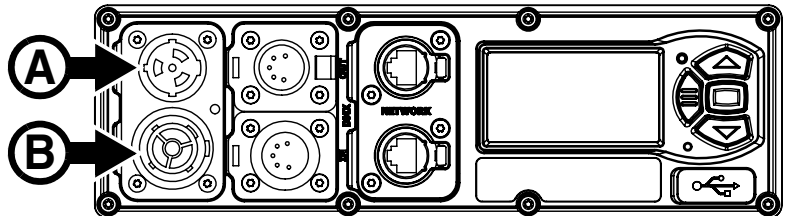

Bild 24: Netzanschlüsse
1. Siehe Bild 24. Richten Sie die Nase der Kabelbuchse mit der Nut des MAINS IN Anschlusses (A) aus. Schieben Sie die Buchse in den Anschluss und verriegeln Sie die Buchse durch Drehung im Uhrzeigersinn. Wenn der Verbinder schwer zu drehen ist, ziehen Sie ihn aus dem Anschluss, richten
Wenn Sie Netzeingangsleitungen mit 16/20 A Belastbarkeit und Netzverbindungsleitungen mit 16/20 A Belastbarkeit von Martin verwenden (für mehr Information wenden Sie sich bitte an Ihren Martin-Händler), können Sie mehrere Geräte an einer Steckdose der Stromquelle anschließen. Verbinden Sie den MAINS THROUGH Netzausgang eines Gerätes (B in Bild 24) mit dem MAINS IN Netzeingang (A in Bild 24) des nächsten Gerätes. Beachten Sie folgende Limitierungen, um die Gefahr eines Brandes oder elektrischen Schlags zu minimieren.